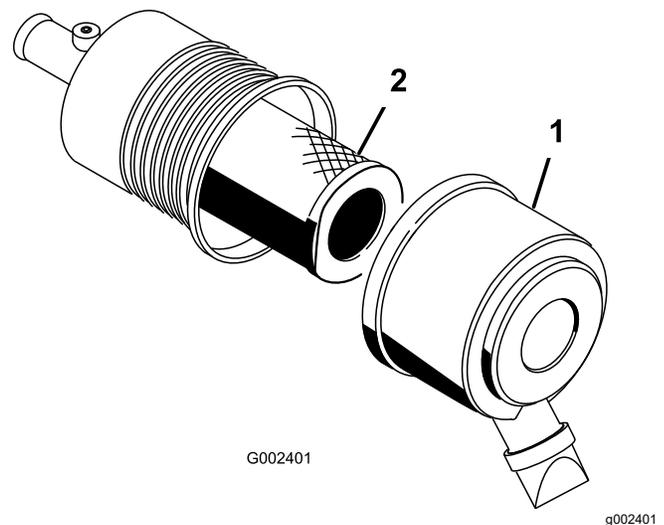

Figura 54
- Abra los enganches que sujetan la tapa del limpiador de aire a la carcasa del limpiador de aire (Figura 54).
- Retire la cubierta de la carcasa del limpiador de aire (Figura 54).
- Retire y cambie el filtro (Figura 54).